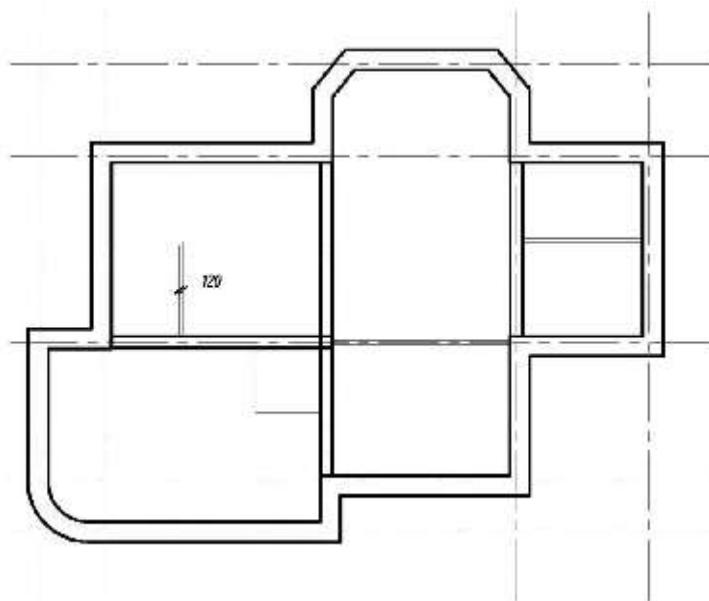

Рисунок 8.8 – Вычерчивание перегородок
1. Установить текущий слой «Перегородки». Вычертить командой «Мультилиния» перегородки согласно предложенной схеме, не указанные расстояния замерить масштабной линейкой. Параметры для мультилинии установить следующие (Расположение = Центр, Масштаб = 120, Стилль = STANDARD) внутренние стены согласно предложенной схеме (рисунок 8.8)